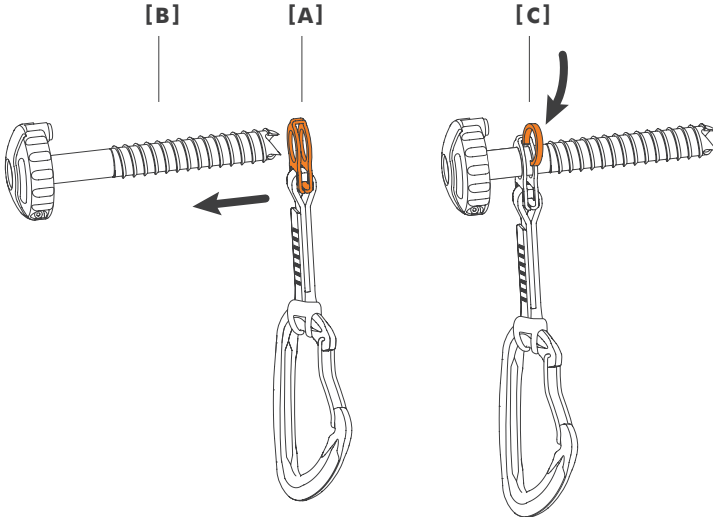

FIG. 1 FIG. 2
1) MODI DI IMPIEGO - Montaggio: Inserire la piastrina [A] spingendola verso la testa della vite da ghiaccio [B] (fig. 1). Una volta raggiunta la parte non filettata della stessa, inserire l'anello [C], dal lato aperto, nella piastrina [A], mediante pressione (fig. 2). In questo modo il rinvio ICE HOOK è correttamente montato. **Sostituzione:** per rimuovere un rinvio ICE HOOK montato su una vite da ghiaccio, è sufficiente spingerlo fino a sormontare il filetto, impugnarlo, e ruotare la vite con movimento anti-orario fino a completa rimozione. **ATTENZIONE! Per l'utilizzo della vite da ghiaccio si rimanda alle istruzioni specifiche dell'attrezzo stesso.**
1) MODES D'EMPLOI - Insérer la plaquette (A) en la poussant vers la tête de la broche à glace (B) (fig. 1). Une fois arrivée à la partie non filetée de la broche, insérer l'anneau (C) de la partie ouverte dans la plaquette (A), en appliquant une pression (voir fig.2). De cette façon, la dégaîne ICE HOOK est correctement montée. **Remplacement:** pour enlever une dégaîne ICE HOOK assemblée sur une broche à glace, il suffit de la pousser jusqu'à surmonter le filetage puis, tout en maintenant la dégaîne tourner la vis dans le sens contraire des aiguilles d'une montre jusqu'au retrait complet. **ATTENTION! Pour l'utilisation de la broche à glace se référer à sa notice d'utilisation.**
1) GEBRAUCHSANWEISUNG - Zusammenbauen: Schieben Sie die Metalplatte der Schlinge über die Schraube (B). (Bild 1). Wenn Sie das glatte Teil der Schraube erreichen drücken Sie die Kunststoffring über die Schraube, zwischen die zwei Teile der Metalplatte (D), (Bild 2). **Ersetzen:** Um die Ice Hook Expresschlinge von der Schraube zu entfernen drehen Sie die Schraube in der Gegenuhrzeigerichtung bis die Schlinge frei ist. **Achtung! Für den korrekten Gebrauch der Eisschrauben beachten Sie ihre spezifische Gebrauchsanweisung.**
NOTA GENERAL DE UTILIZACIÓN - CINTA EXPRESS PARA EL TORNILLO DE HIELO "ICE HOOK" - A leer atentamente antes de la utilización. Esta nota contiene las informaciones necesarias para una utilización correcta de las Anillas de cinta según la norma EN566, en las actividades de alpinismo y escalada. Una utilización incorrecta o un mantenimiento erróneo puede dar lugar a accidentes graves, la utilización de esta herramienta está reservada a personas expertas entrenadas y concientes de los peligros creados por las condiciones en las que el material es utilizado. Es indispensable que una instrucción adecuada (conocimiento de las técnicas y de las medidas de seguridad) preceda a la utilización. Verificar que el conjunto de su equipo esté constituido por productos compatibles entre ellos y conformes con las reglas, normas y directivas aplicables. El utilizador es responsable de los riesgos a los cuales se expone. El constructor y los vendedores declinan toda responsabilidad en caso de utilización incorrecta y de aplicación inadecuada. Si el producto es parte integrante de un dispositivo de seguridad más complejo el utilizador deberá comprobar que: * sean respetadas todas las recomendaciones de uso del sistema; * la compatibilidad de uso entre los diversos elementos constitutivos. **1) MODO DE USO - Montaje:** Insertar la placa [A] empujando la cabeza del tornillo de hielo [B] (Fig. 1). Al llegar a la parte lisa del mismo, insertar al anillo [C], a través del lado abierto, en la placa [A], por medio de presión (Fig. 2). **Reemplazo:** Para quitar la cinta-express ICE HOOK montado sobre un tornillo de hielo, es suficiente empujarla para superar la parte roscada del tornillo, empujar la cinta y girar el tornillo hacia la izquierda, hasta que sea completamente removido. **ADVERTENCIA! Para utilizar el tornillo de hielo, consulte sus instrucciones específicas de uso.** **2) CONDICIONES DE USO** - Utilizar en ambientes con temperaturas que oscilan entre los -40°C e 50°C. Un ambiente muy húmedo, el agua y el hielo, influyen negativamente sobre la resistencia del producto. Utilizar con otros dispositivos compatibles entre ellos y conformes con las normas y directivas vigentes. Evitar el contacto con superficies cortantes o abrasivas. **3) MARCA** - Sobre el producto se encuentran las indicaciones siguientes: Marca CE, número del organismo de homologación, nombre del fabricante o del responsable de la introducción en el mercado, carga de rotura, norma de referencia EN 566, año de fabricación. Los valores de resistencia indicados son los valores mínimos garantizados por el constructor con una utilización correcta. **4) MANTENIMIENTO** - Comprobar siempre antes y durante la utilización el buen estado del producto, comprobar que no haya señales de desgaste, abrasiones, hilos cortados, deshilachados de la trama y que la costura sea perfecta. Sustituir inmediatamente el producto en el caso de que aparezca un solo defecto entre los mencionados y de todas maneras sustituirlo siempre en caso de caídas importantes. Sustituir siempre el producto en caso de caídas importantes y aunque no se pueda constatar a la vista ningún defecto o degradación. La resistencia inicial del producto podría haber disminuido seriamente. Sustituir el producto que presente señales de desgaste. Lavar con agua blanda tibia y dejar secar en ambiente ventilado lejos de fuentes directas de calor y protegido de la luz del sol. Evitar el contacto con cualquier sustancia corrosiva y fuente de calor. Sustituir siempre en caso de duda sobre el buen estado del producto. **5) ALMACENAMIENTO** - El producto es suministrado y debe ser conservado en caso de inutilización, en un embalaje de material impuntrescible. Sacar el equipo embalaje y conservarlo en un lugar fresco, seco y aireado. En el ambiente no debe haber sustancias corrosivas o disolventes, fuentes de calor y no debe estar en contacto con otros objetos afilados que puedan estropear el equipo. No almacenar nunca el equipo antes de haberlo secado completamente y evitar almacenarlo en zonas y/o ambientes con alta concentración salina. **6) LONGEVIDAD** - Establecer la duración del producto resulta difícil ya que puede verse influida por diversos factores tales como la utilización frecuente o incorrecta, el medio ambiente (humedad, heladas y hielo), el desgaste, la corrosión, esfuerzos importantes con/sin las deformaciones consiguientes, la exposición a fuentes de calor, el almacenamiento, el envejecimiento, la exposición a agentes químicos... (lista no exhaustiva). Un cuidado adecuado (consultar "mantenimiento") se repercute sensiblemente en la duración de su herramienta y aumenta su longevidad. A título de ejemplo, puede aplicarse la regla siguiente para determinar la duración potencial de las herramientas: - 10 años para productos compuestos por materiales plásticos o con elementos textiles - indefinida para productos metálicos. Se recomienda en todo caso reemplazar las herramientas al menos cada 10 años, porque durante ese tiempo podrían haber aparecido nuevas técnicas y/o nuevas normativas y sus herramientas podrían no ser ya conformes o compatibles entre ellas. Para su seguridad, controle siempre su herramienta antes, durante y después del uso y sométala a un control periódico profundo por parte de personal competente como mucho cada 12 meses. Esta periodicidad puede variar en función de la frecuencia y de la intensidad de utilización. En caso de que tuviera la menor duda sobre el buen estado de la herramienta, cámbiela inmediatamente.